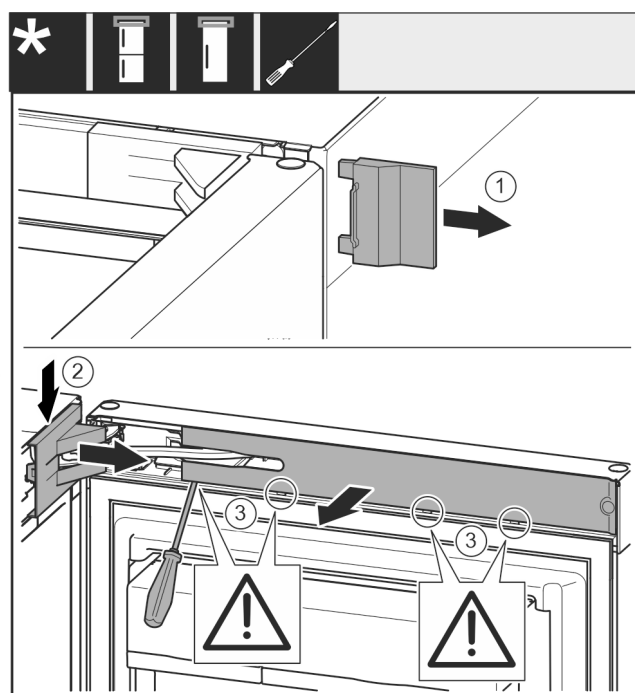

Fig. 8
- Nuimkite dengiamąją plokštelę Fig. 8 (1).
- Atfiksukite atraminės gembės dengiamąją plokštelę Fig. 8 (2) ir ją atlaisvinkite.
- Nuimkite atraminės gembės dengiamąją plokštelę Fig. 8 (2).
- Išdrožiniu atsuktuvu atfiksukite apdailos skydelį Fig. 8 (3) ir pasukite jį į šoną.